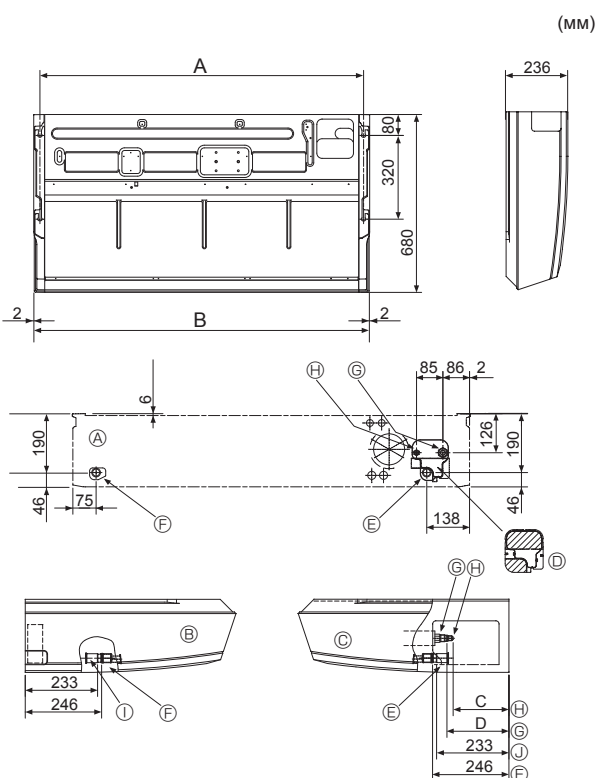

Fig. 3-2
①	Жұғыш құрал	4 дана
②	Құбыр қабы	1 дана үлкен өлшем (газ құбырының төсемесіне арналған)
③	Құбыр қабы	1 дана шағын өлшем (сұйықтық құбырының төсемесіне арналған)
④	Қамыт	4 дана
⑤	Түйіскен розетка	1 дана «UNIT» (ҚҰРЫЛҒЫ) деп таңбаланған
⑥	Розетка қабы	1 дана
⑦	Дренаж құбыры төсемесінің қабы	1 дана
⑧	Конустық сомынды	1 дана Ø6,35 (тек М60)
3.2. Орнатуға дайындық (Fig. 3-2)